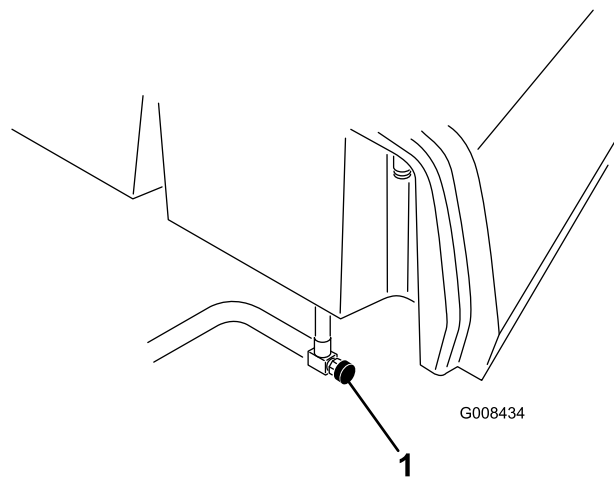

図 39
1. 長期間保管する場合には燃料バルブ 図 39 を閉じておく。